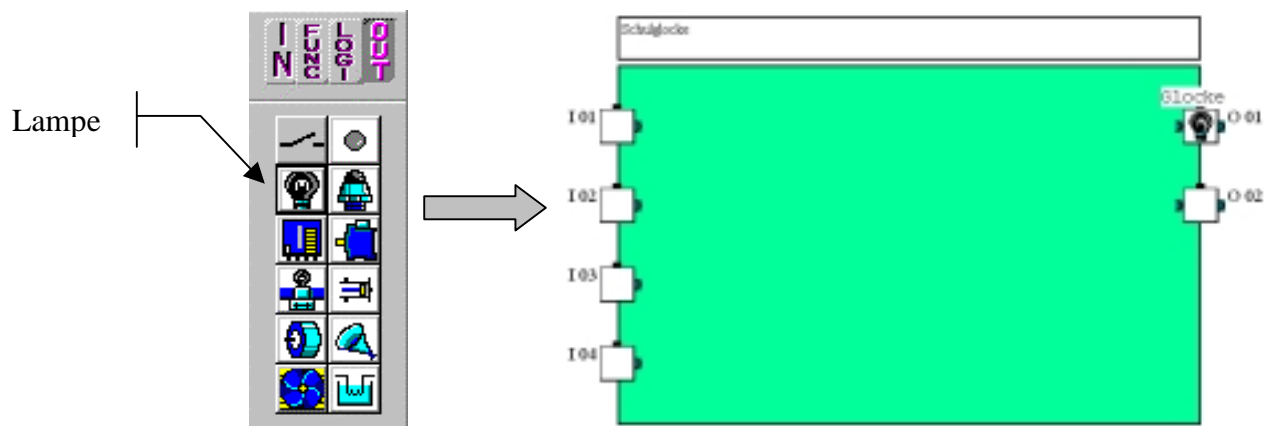

Abb. 1.34
- ➔ In der **OUT**-Werkzeugpalette eine Lampe auswählen und in einen Ausgang setzen (Abb. 1.34).